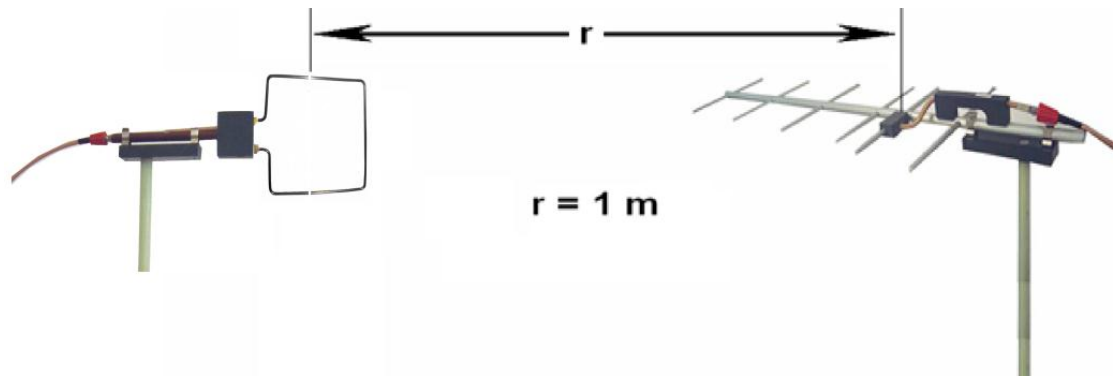

Figura 7.10 Antenas enfrentadas, r distancia entre antenas
G. Separé las antenas una distancia $r=1\text{m}$, luego ajústalas para que queden enfrentadas y a la misma altura.(ver Figura 7.10)